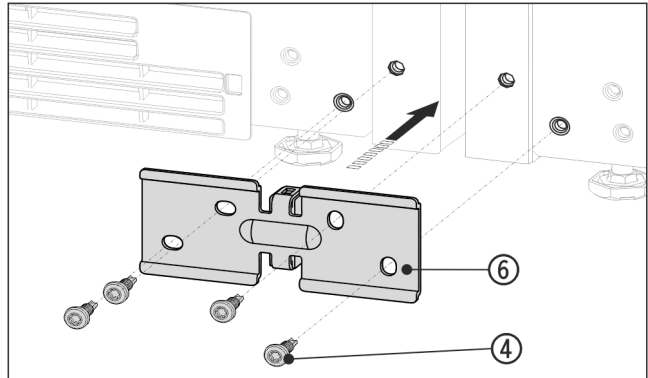

Fig. 14 Voorbeeld
- ▶ Hoekstuk Fig. 14 (6) met het afstandsstuk tussen de apparaten schuiven en er met 4 schroeven Fig. 14 (4) los inschroeven.